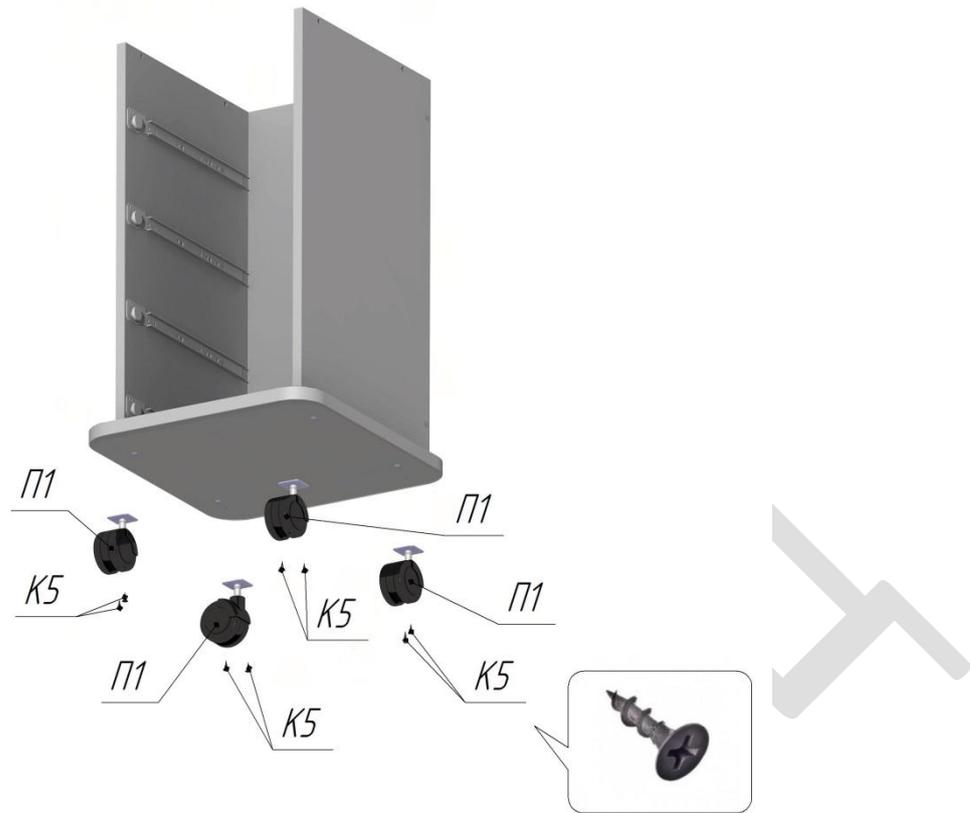

Рисунок 4
6. Установить ролики П1 (4шт.) под деревянный модуль при помощи саморезов К5 (8шт.). См.Рис.4.